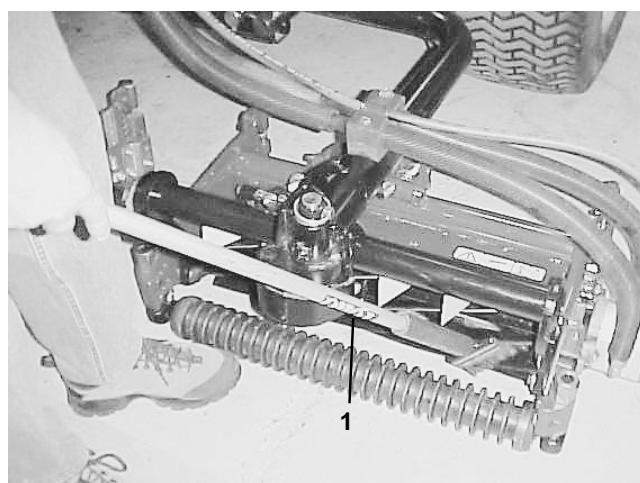

Figure 26
8. Appliquez une couche de produit de rodage à l'aide d'un pinceau à long manche (Réf. Toro 29-9100). N'utilisez jamais de pinceau court (Fig. 26)